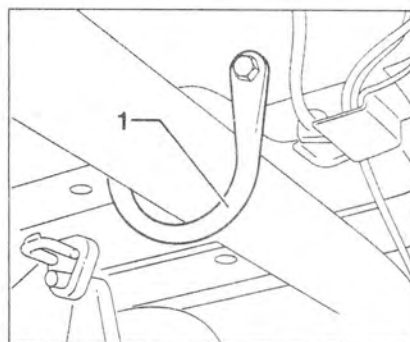

Рис. 5.15. Открутите стремянку 1 с одной стороны и ослабьте с другой.
- 4. Открутите стремянку 1 с одной стороны и ослабьте с другой (рис. 5.15).